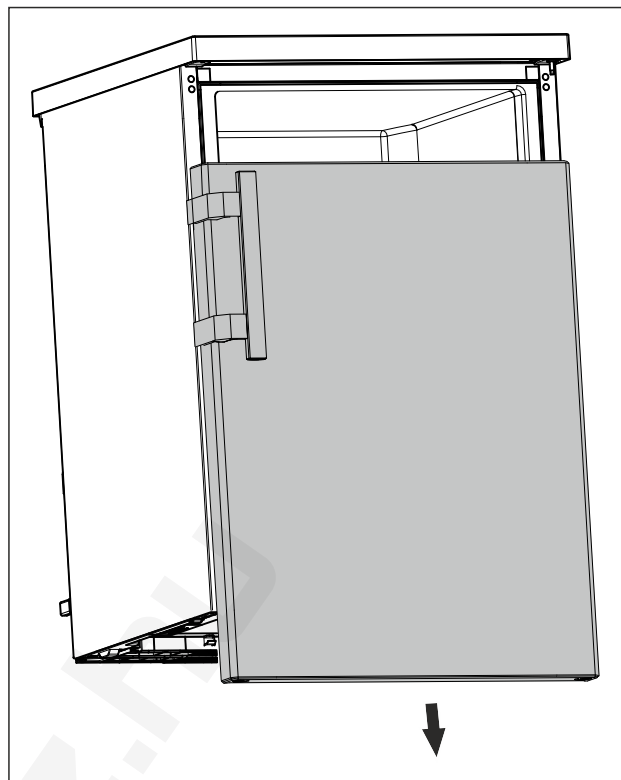

Fig. 13
- Vegye le lefelé az ajtót. (lásd Fig. 13)